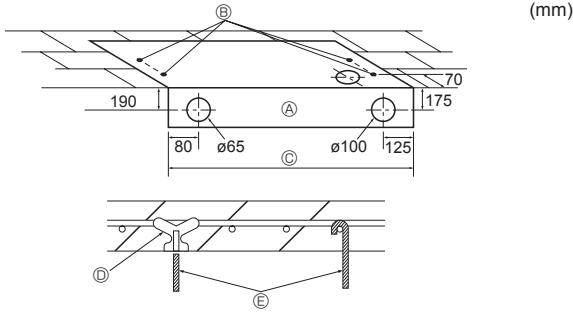

Fig. 3-3
3.2.3. Askı civatalarının ve boruların konumları (Fig. 3-3)